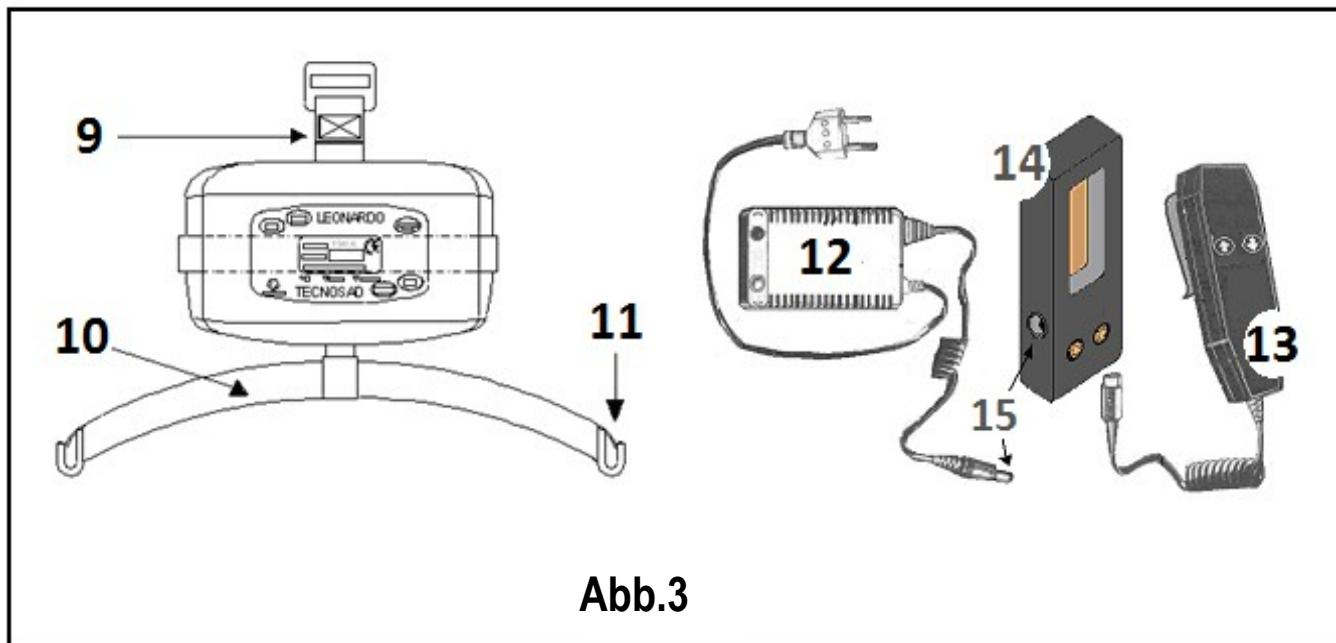

Abb.3
Das Modul wird direkt am Gestell oder der Schiene 1 (Abb. 4) eingehängt. Der Hebegurt wird in den Haken 11 (Abb. 4) des Modulbügels eingehängt. Der Motor wird durch die Batterie (36V) gespeist und ist daher für Umgebungen wie Bäder und Schwimmbäder geeignet. Die Batterie muss mit dem Batterieladegerät 12 (Abb. 3) wieder aufgeladen werden. Der Netzanschluss dieses Geräts erfolgt je nach Ausstattung durch Einsticken des Steckers in den Anschluss am Bediengerät oder durch Einsetzen der Bediengeräts 13 (Abb. 3) in die zugehörige Halterung 14 (Abb. 3). Während des Batterieladevorgangs muss das Modul eingeschaltet bleiben: Der Schalter 1 (Abb. 2) muss auf I stehen.
- Hebetuch zwischen Rücken des Patienten/Pflegebedürftigen und Lehne des Stuhls oder des Rollstuhls (Abb. 3) positionieren. Stellen Sie sich gegebenenfalls an die Seite des Patienten/Pflegebedürftigen, um das Hebetuch besser in die richtige Lage bringen zu können.